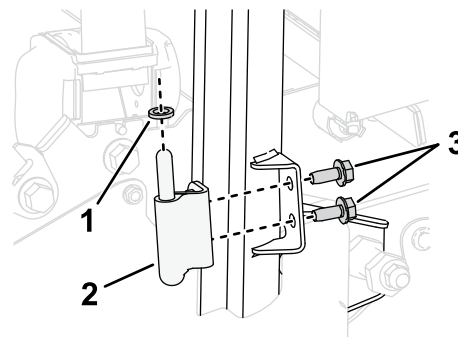

Figure 9
5. Fixez légèrement la charnière inférieure gauche au support sur le tube de la structure ROPS à l'aide de 2 vis (5/16" x 3/4"), comme montré à la **Figure 9**.
6. Placez l'entretoise en haut de la charnière (**Figure 9**).